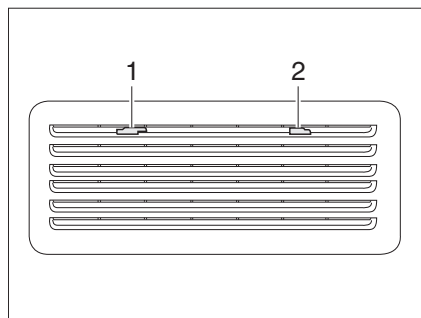

Fig. 197 Rejilla de ventilación del frigorífico (Thetford)
- Deslizar el bloqueo (Fig. 197,1) hacia el centro.